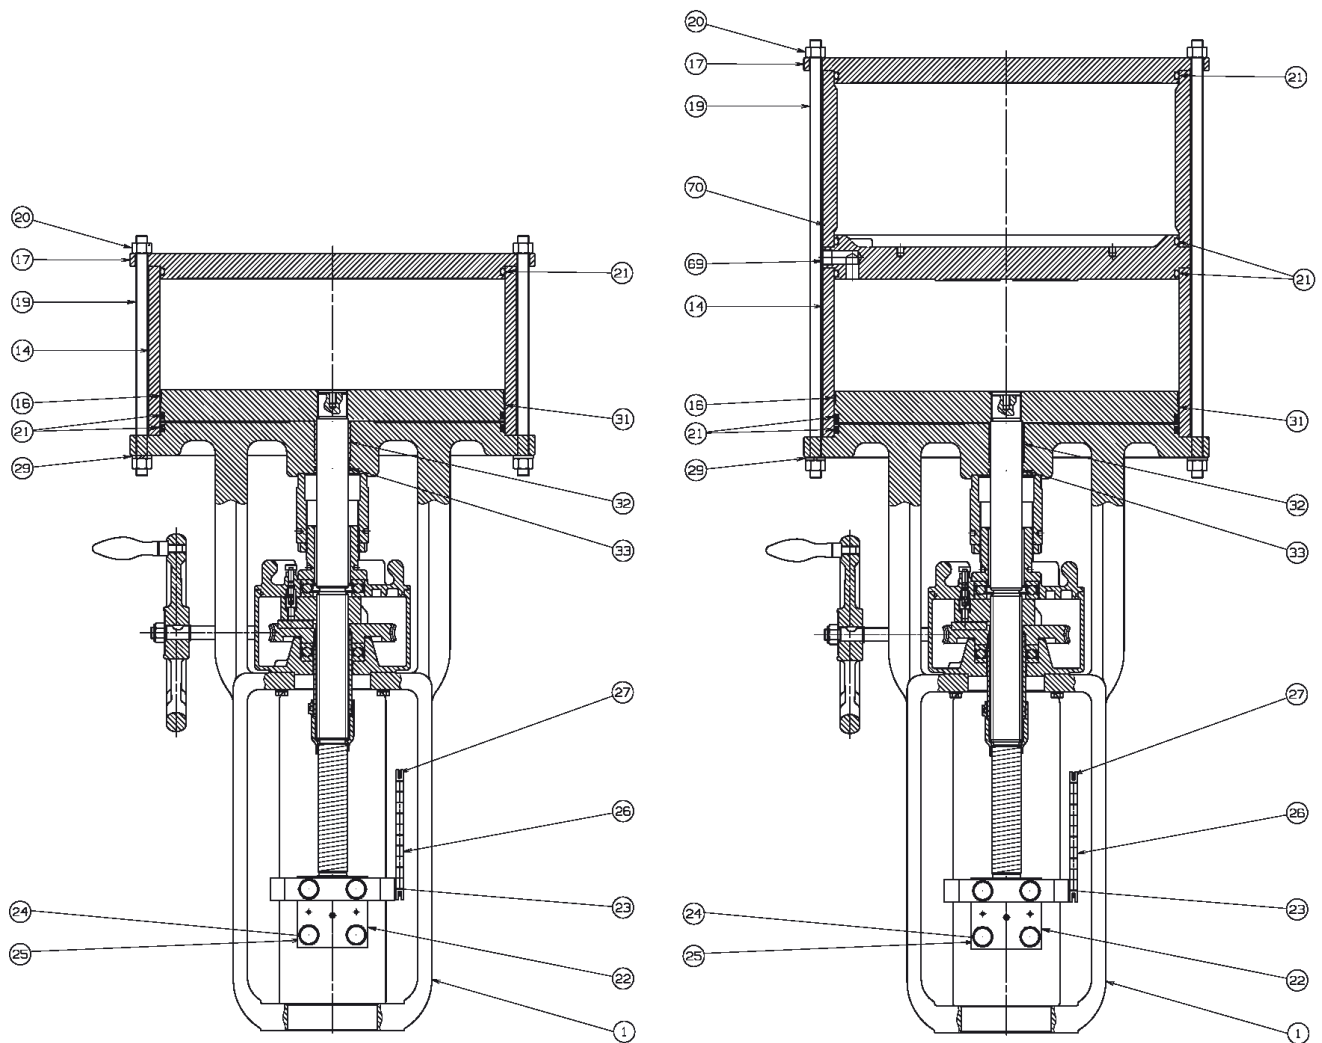
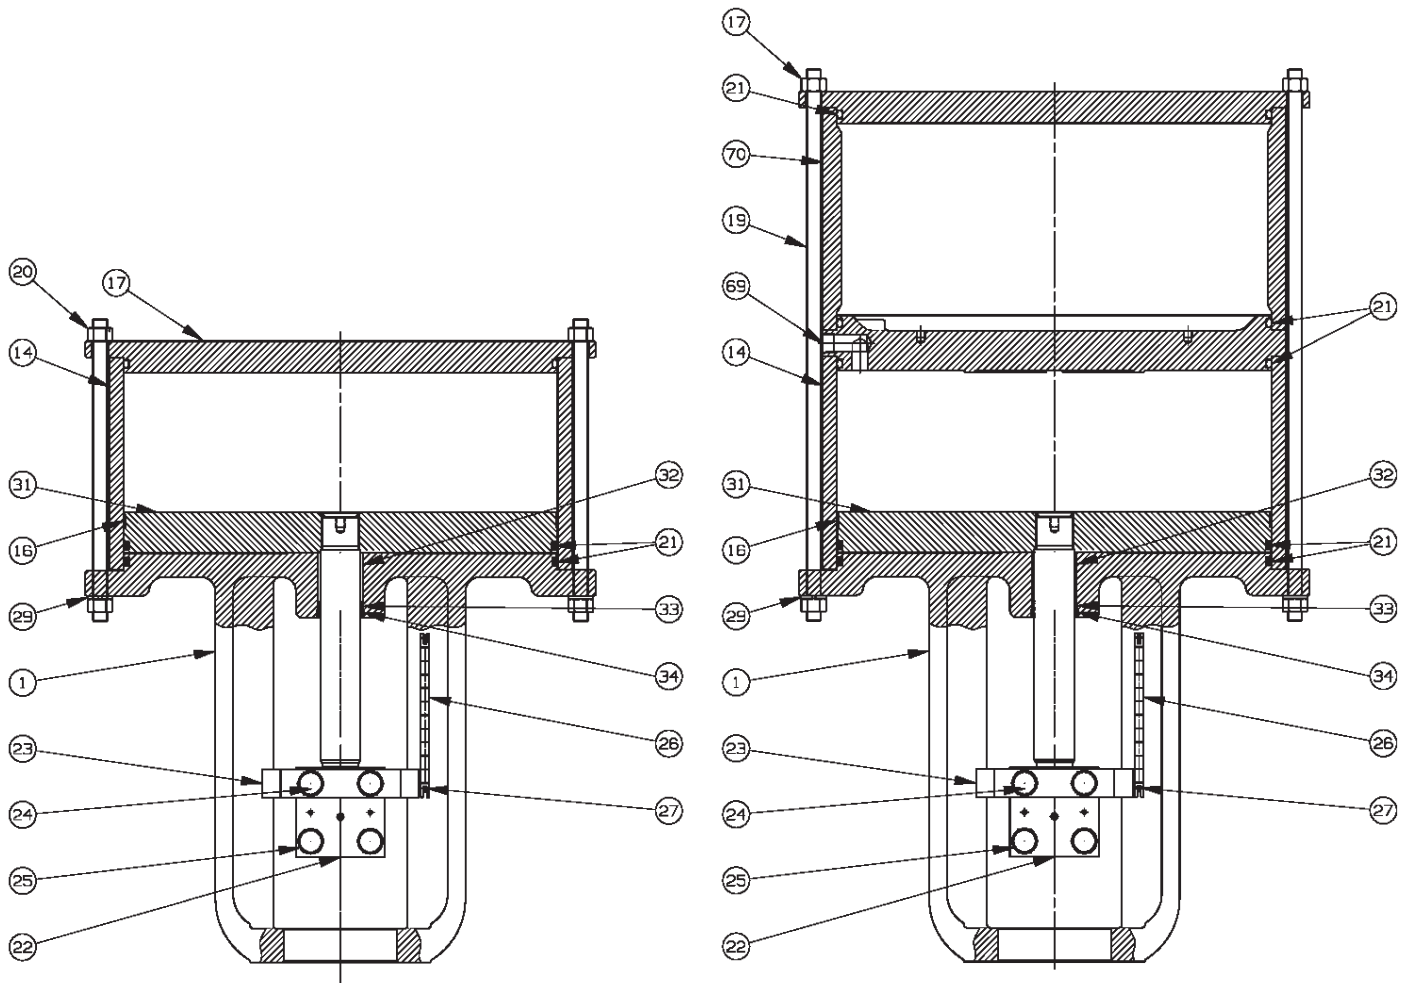

Figura 7 - modelo 51 com volante manual, com/sem câmara de volume
Figura 8 - modelo 51 sem volante manual, com/sem câmara de volume
2. Desconecte o tubo de ar da placa superior (17) e da união (1), e certifique-se de que não há ar comprimido no Cilindro (Figura 7 e Figura 8).
2. Desligue o fornecimento de ar do atuador, e isole a pressão do processo da válvula para evitar movimento do plugue (Figura 7 na página 19).
3. Desconecte a tubulação de ar da placa superior (17), placa separadora (69), e verifique a pressão do ar no cilindro.
4. Remova as porcas hexagonais (20), arruelas de trava de mola (29), e os parafusos centralizadores (19).
- **com câmara de volume:** Remova a placa superior (17), tubo da câmara de volume (70), placa separadora (69), tubo do cilindro (14), anéis de vedação (21), anel guia (16).
- **sem câmara de volume:** Remova a placa superior (17), tubo do cilindro (14), anéis de vedação (21), anéis guia (16).
- **com pistão duplo:** Remova a placa superior (17), a porca do cilindro superior (20), a arruela de pressão (6), a placa do pistão superior (31), a placa separadora (69), o tubo do cilindro inferior (14), os anéis de vedação (21) e o anel guia (16).
6. Solte o parafuso de ajuste (55) no adaptador (54) e desaparafuse o adaptador (54) do tubo do espaçador (5).
7. Remova o subconjunto do pistão (31).
3. Desconecte a tubulação de ar da Placa Superior (Figura 8 na página 20).